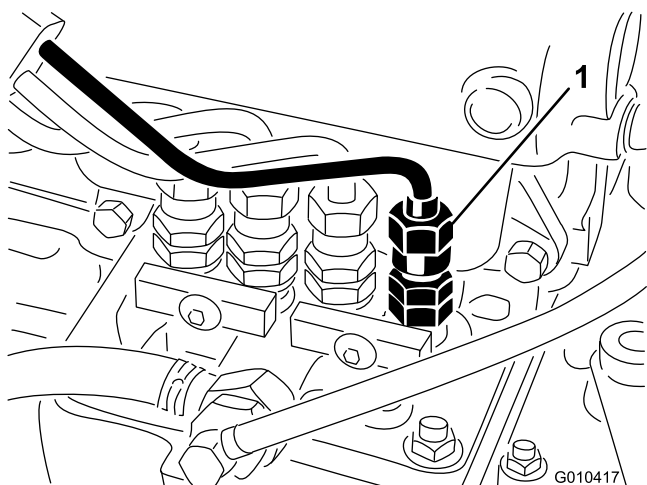

Figura 62
1. Allentate l'attacco del tubo con l'assieme del supporto e dell'ugello dell'iniettore n. 1 sulla pompa di iniezione (Figura 62).